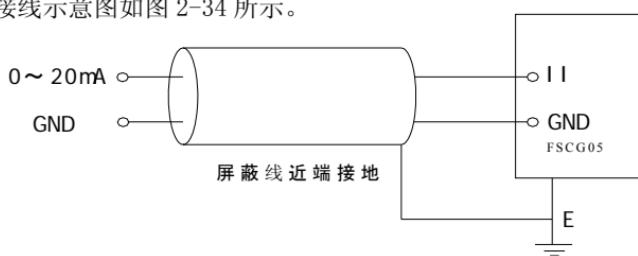

图 2-34 II 端子模拟信号输入接线示意图
2.12.3 II 端子接受模拟信号（0~20mA）输入，II 端子模拟信号输入接线示意图如图 2-34 所示。